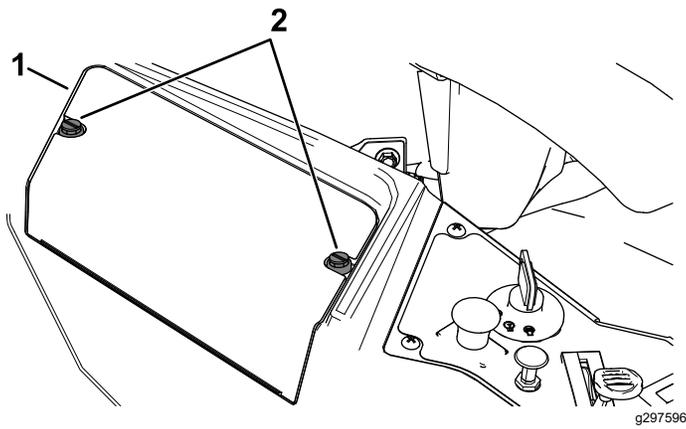

Figura 42
3. Afloje $\frac{1}{4}$ de vuelta las 2 fijaciones de la tapa de la batería en el sentido contrario a las agujas del reloj y retire la tapa (Figura 42).
6. Instale la tapa de la batería empujándola hacia abajo y apretando 2 fijaciones en el sentido de las agujas del reloj (Figura 42).